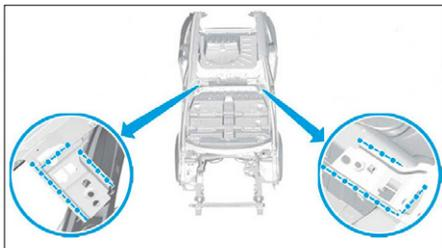

FIG. 148
- Préparer les zones d'accostage et les protéger par un apprêt soudable (Fig.148).